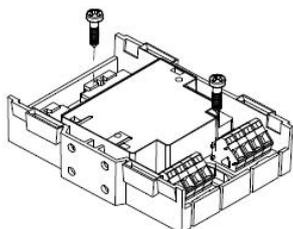

Fig. 2
- Instalação diretamente em um gabinete de comutação ou em uma unidade de controle: monte o módulo sobre uma superfície uniforme (Fig.2).
- Fixe o módulo com dois parafusos M4x15 (Fig. 2). Distância entre furos:  $63,5 \pm 1,0$ mm.